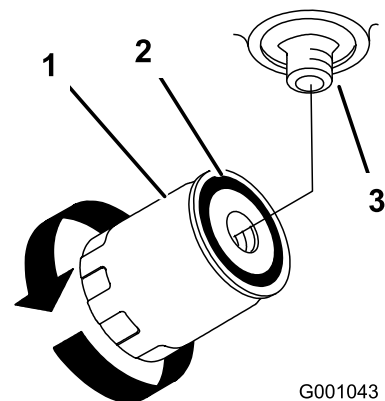

図 71
- オイルフィルタを外し、フィルタのアダプタのガスケットの表面をきれいに拭く 図 71。
- ガスケットがアダプタに当たるまで手でねじ込み、そこから更に $\frac{1}{2}$ 回転増し締めする 図 71。